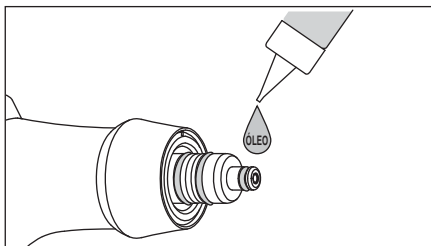

Fig.15
- 1) Seque a seção do O-ring do recipiente de pó, aplique uma gota de óleo de turbina e esfregue com os dedos. (Fig. 15)